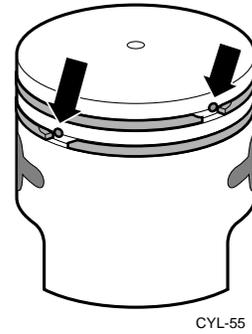

Figura 7.6 Clavijas en las ranuras de los aros
Paso 1. Antes de ajustar el tornillo sobre el extractor del pasador, asegúrese de que ambas ranuras de los aros estén orientadas correctamente con respecto a sus clavijas en las ranuras de los aros en el pistón (figura 7.6)